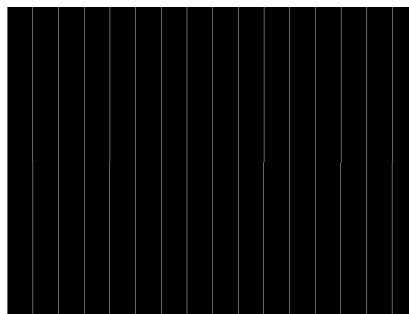

图 3-3. 垂直线测试图形示例
8. 垂直线图形的颜色使用前景颜色和背景颜色来指定。前景颜色用于垂直线，背景颜色用于线条之间的空间。正如表 3-3 中所述，用户指定了前景线宽和背景线宽。用户必须确定每个分辨率显示的线条间距。例如，如果前景线宽为 1，并且背景线宽为 9，则每十行存在一条单像素垂直线。图 3-3 展示了一个垂直线图形示例。